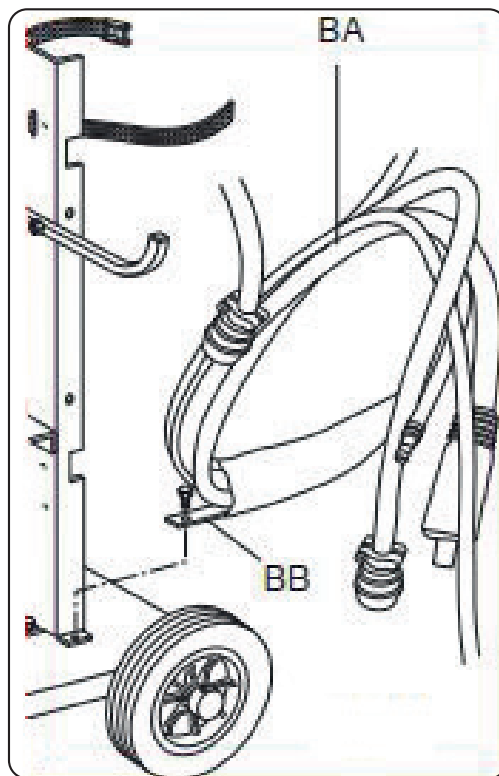

Abb. 3
- ◆ Das Ende der Zwischenverbindung BA mit der Lasche BB am Boden des Geräts befestigen (siehe Abb. 3).